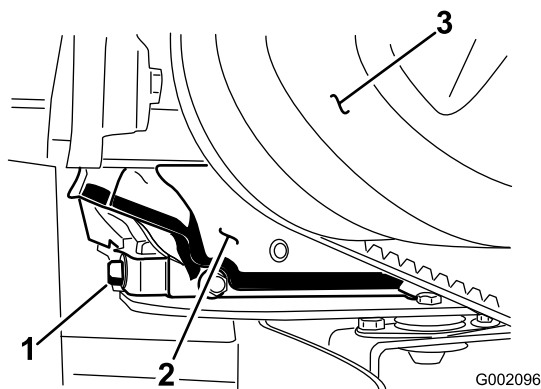

Figure 40
5. Placez un bac de vidange de 1,5 litre sous le bouchon de vidange (Figure 40).
6. Enlevez le bouchon de vidange (Figure 40).